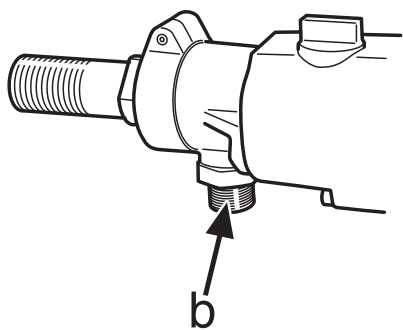

Рис. 6
- К машине присоединен шланг подачи охлаждающей жидкости или пылесос (b на рис. 6).